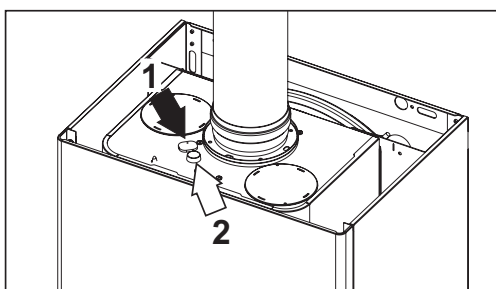

fig. 28 - Análisis de los humos DIVAtop MICRO F 24
En la parte superior de la caldera hay dos puntos de toma, uno de humos (ref. 1 - fig. 28) y otro de aire (ref. 2 - fig. 28). Para efectuar las tomas, proceder del siguiente modo: